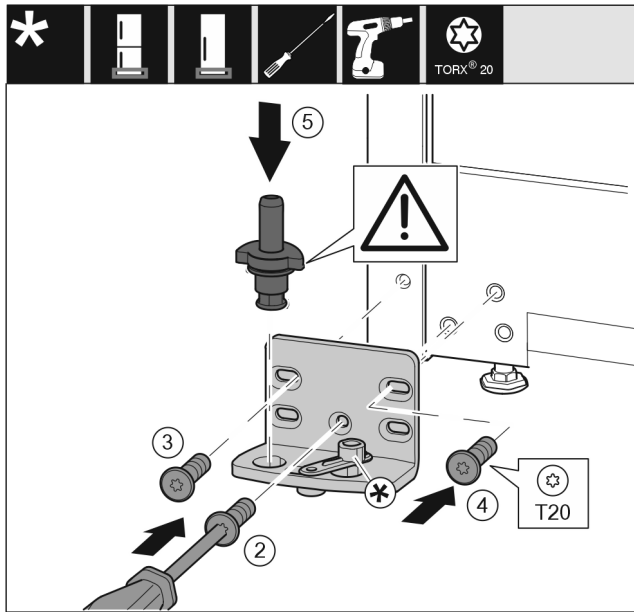

Fig. 34
- ▶ Poser le support de palier de l'autre côté et le visser à l'aide d'un tournevis T20. Commencer par la vis 2 en bas au milieu. Fig. 34 (2)
- ▶ Visser les vis 3 et 4. Fig. 34 (3,4)
- ▶ Mettre en place l'axe de palier complet. Veiller à ce que l'ergot d'enclenchement soit orienté en arrière. Fig. 34 (5)
- ▶ Poser le support de palier de l'autre côté et le visser à l'aide d'un tournevis T20. Commencer par la vis 2 en bas au milieu. (2)
- ▶ Tourner le joint amortisseur de fermeture de 180°. La visser de l'autre côté du support de palier avec un tournevis T20. (5)
- ▶ Mettre en place l'axe de palier complet. Veiller à ce que l'ergot d'enclenchement soit orienté en arrière. (6)